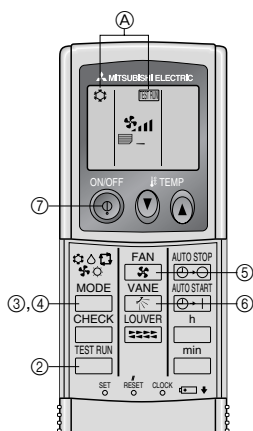

Fig. 7-2
7.2.2. Uso del comando a distanza senza filo (Fig. 7-2)
- ① Attivare l'alimentazione almeno 12 ore prima della prova di funzionamento.
- ② Premere due volte continuamente il pulsante . (Avviare questa operazione con il display del comando a distanza spento.)